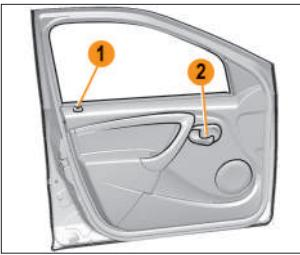

Рис. 1.4.2. Открытие передних дверей изнутри
**Передние двери:** при предварительно разблокированной двери потяните ручку двери 2 (рис. 1.4.2) на себя и откройте дверь.